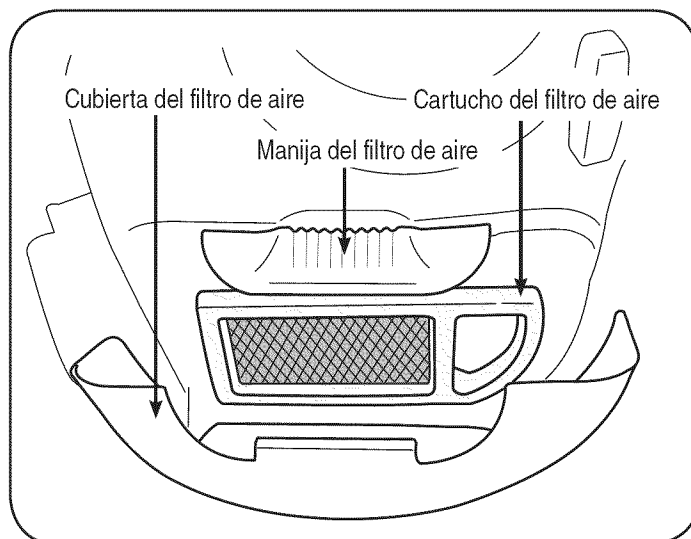

Figura 10
1. Tire la manija del filtro de aire para arriba, Figura 10, y tire para atrás hacia el motor.
2. Retire la cubierta del filtro de aire, Figura 10.